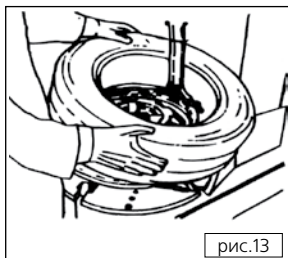

рис.13
5. Удалите камеру, если она присутствует. Переверните колесо и повторите операцию для другого борта (**рис.13**).